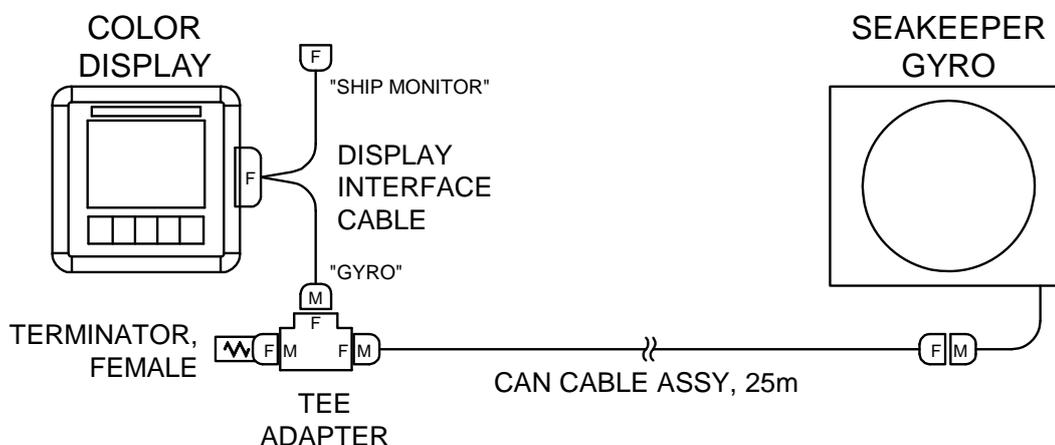

FIGURA 9 – COLLEGAMENTO DI COMUNICAZIONE SERIALE PER LA POSTAZIONE OPERATORE
- c. La Figura 9 riportata di seguito mostra il collegamento di comunicazione CANbus per la stazione operatore. Il terminatore è ubicato sull'estremità dell'adattatore a T, più lontano possibile dal giroscopio.